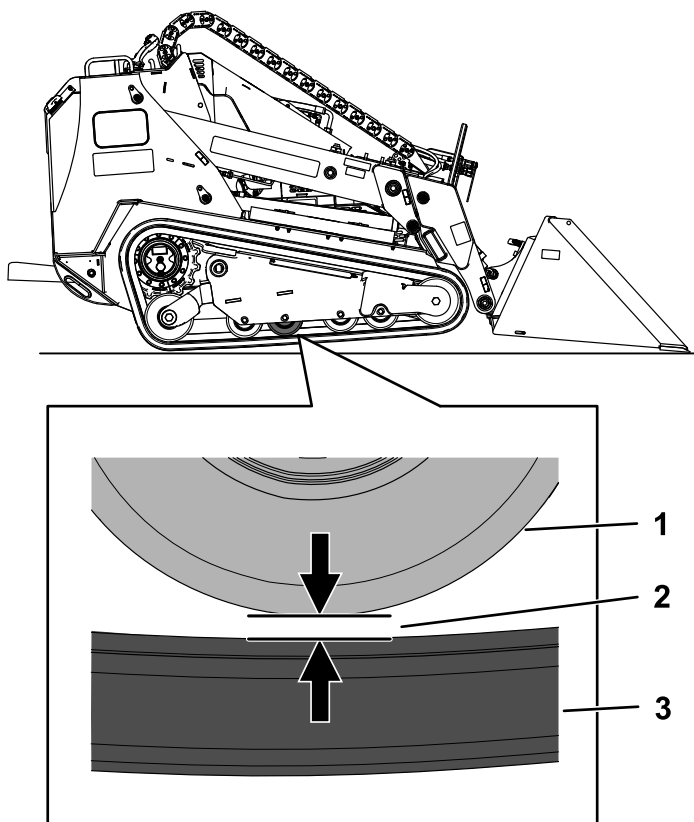

Figura 70
- 4. Compruebe que la distancia entre la segunda rueda de rodaje, contando desde atrás, y la oruga es de 20 mm (0.8"), como se muestra en la Figura 70. Si es necesario realizar ajustes, vaya a Ajuste de la tensión de las orugas (página 47)
- 7. Usando una llave de carraca de 1/2", gire el tornillo tensor hasta que la distancia entre la rueda de rodaje y la oruga sea de 20 mm (0.79"), como se muestra en la Figura 70.
11. Usando una llave de carraca de 1/2", gire el tornillo tensor en sentido antihorario hasta que la distancia entre la rueda de rodaje y la oruga sea de 20 mm (0.79"), como se muestra en la Figura 70.